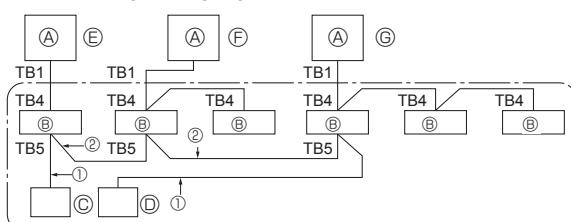

Fig. 9-1
① Τροφοδοτήστε με ρεύμα το κλιματιστικό (διακόπτης κυκλώματος).
② Αφού κλείστε την αναστατική βαλβίδα της γραμμής υγρού, γυρίστε το διακόπτη SWP στον πίνακα ελέγχου της εξωτερικής μονάδας στη θέση ON. Ο συμπιεστής (εξωτερική μονάδα) και οι ανεμιστήρες (εσωτερική και εξωτερική μονάδα) αρχίζουν να λειτουργούν και η εκκένωση του ψυκτικού αρχίζει. Οι λυχνίες LED1 και LED2 στον πίνακα ελέγχου της εξωτερικής μονάδας είναι αναμμένες.
9. Έλεγχος συστήματος (Fig. 9-1)
| 4. Instalação da tubagem do refrigerante..... | 8 | 9. Controlo do sistema (Fig. 9-1)..... | 16 |